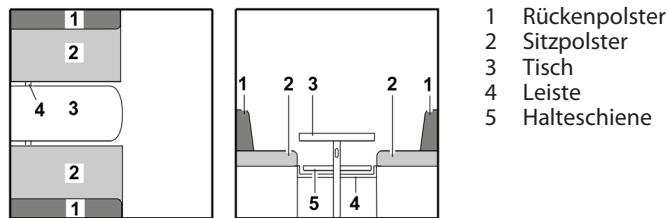

Bild 64 Vor dem Umbau
- Tisch (Bild 64,3) zum Bettunterbau umbauen (siehe Abschnitt 7.8).
- Leiste (Bild 64,4) einlegen oder zur Mitte ziehen. Die Leiste ist richtig positioniert, wenn sie die Tischplatte direkt hinter dem Tischfuß abstützt.